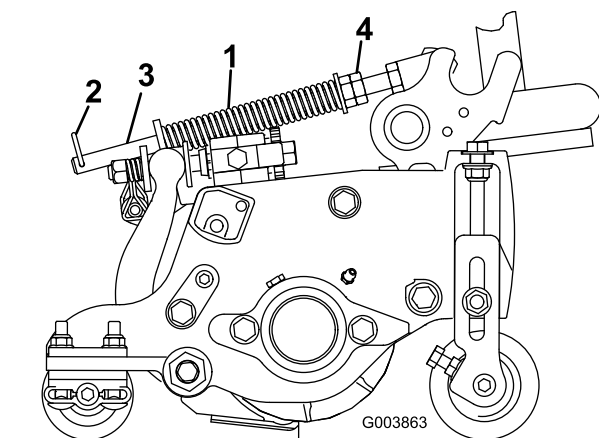

Figura 22
1. Certifique-se de que o contrapino do gancho está instalado no orifício traseiro na haste da mola (Figura 22).
- Aperte as porcas sextavadas na extremidade dianteira da haste da mola até que o comprimento da mola em compressão seja de 15,9 cm (Figura 22).